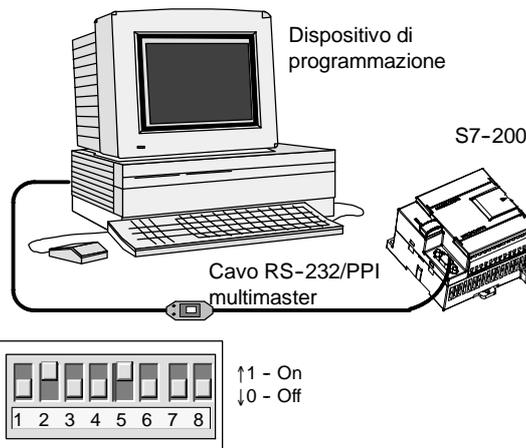

Figura 2-2 Collegamento del cavo RS-232/PPI multimaster
La figura 2-2 rappresenta un PLC S7-200 collegato a un dispositivo di programmazione mediante un cavo RS-232/PPI multimaster. Per collegare il cavo procedere come indicato di seguito.
3. Verificare che i DIP switch del cavo siano impostati come indicato nella figura 2-2.